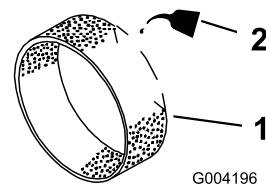

Figure 45
- Imbibez le préfiltre de 30 à 60 ml d'huile (Figure 45).